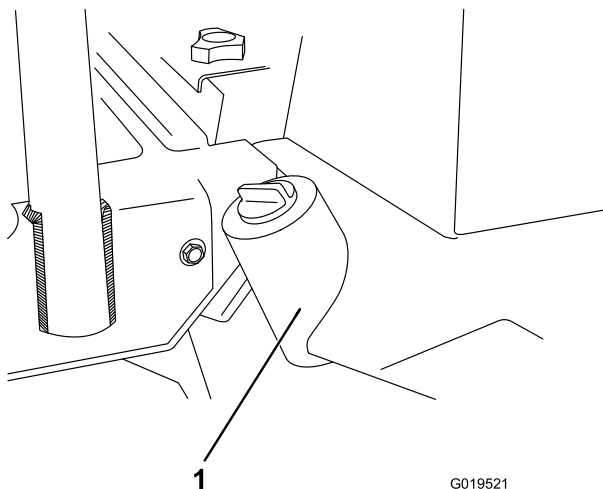

Bild 77
2. Entfernen Sie die Ablassschraube unten am Behälter (Bild 77) und lassen Sie das Hydrauliköl in eine Auffangwanne ablaufen. Schrauben Sie die Ablassschraube wieder fest ein, wenn keine Flüssigkeit mehr austritt.